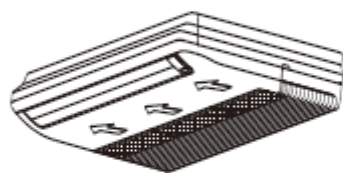

Fig. E3
1. Wymij filtr z urządzenia jak pokazano na rysunku Fig.E3.